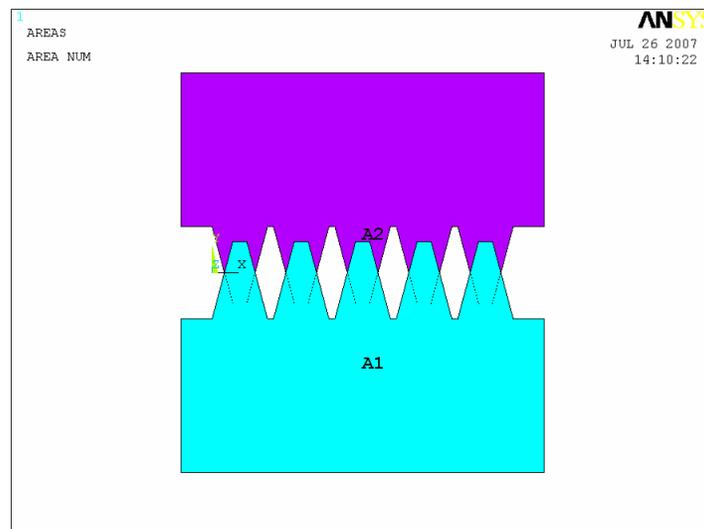

Рисунок 86. Результат зеркального отображения
- Нажимаем кнопку ***OK*** или ***Apply*** для подтверждения окончания выбора (Рисунок 86);